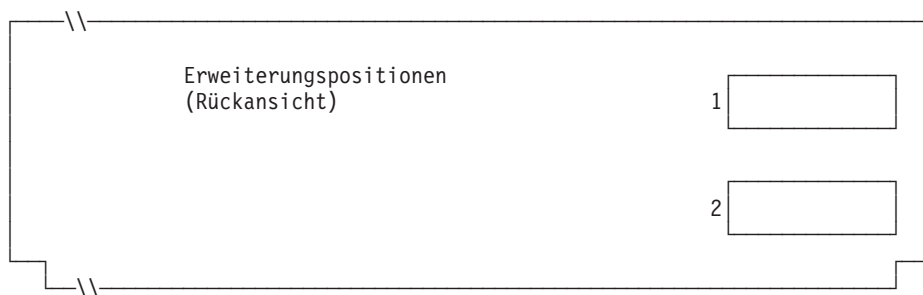

Abbildung 108. Rückseite der Datenkasse IBM 4694-2x7
4. In Abb. 108 jede Erweiterungsposition, in der ein Dual-Asynchronadapter **zur Benutzung durch die Kassenprogramme** installiert ist, mit einem X kennzeichnen. Sind die Adapter zur Benutzung durch andere Anwendungen (als die Kassenprogramme) vorgesehen, keine Kennzeichnung vornehmen.